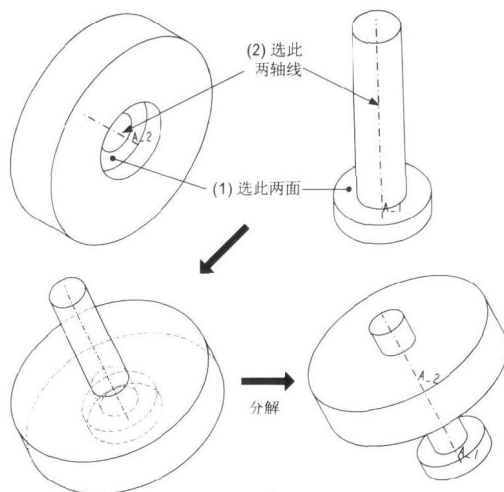
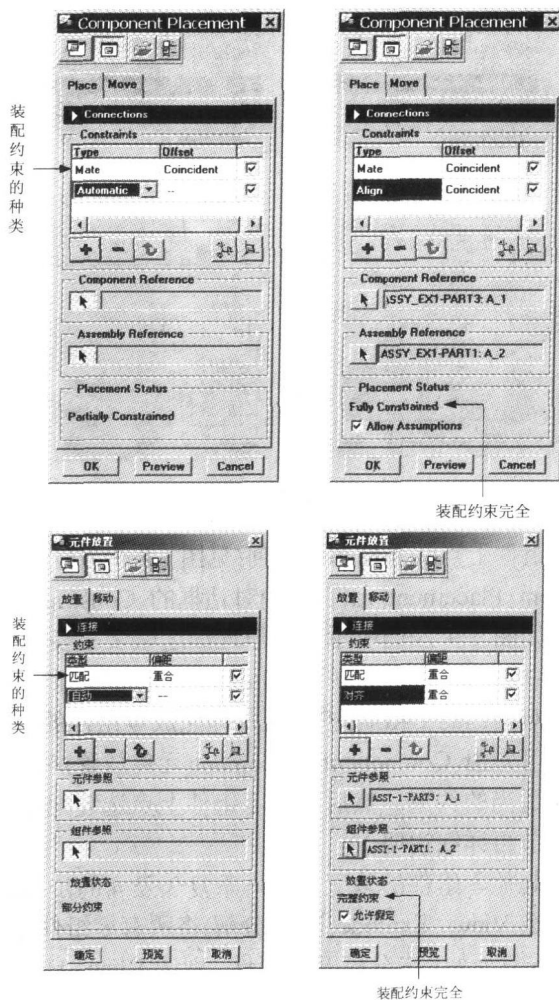

图 1.8
图 1.9
- (4) 用户直接在零组件上点选装配参考几何(见图 1.8 上方), Pro/ENGINEER 系统会自动在 Component Placement(元件放置)对话框的 Constraints(约束)选项区域显示约束的种类, 如图 1.9 左侧所示。用户连续选取装配参考几何, 直至 Component Placement(元件放置)对话框下方显示 Fully Constrained(完整约束), 如图 1.9 右侧所示, 再单击对话框的 OK(确定)按钮, 即完成零组件的装配, 如图 1.8 左下方所示。此外, 也可先由 Component Placement(元件放置)对话框的 Constraints(约束)选项区域选择适当的约束, 然后再在零组件上点选装配参考几何。详细的约束设置方式待下一节再详细说明。
- (5) 若须要再进行其他零组件的装配, 则再重复 3 及 4 的步骤, 进行装配。
- (6) 装配完后, 可选 View / Explode(视图/分解)将所有零组件分解开来, 如图 1.8 右下方所示。若要恢复原始、未分解开的组件, 则选 View / Unexplode(视图/取消分解)。注意, Pro/ENGINEER 中文版将 Unexplode 翻译为“取消分解”并不恰当, 译为“非分解”较好。